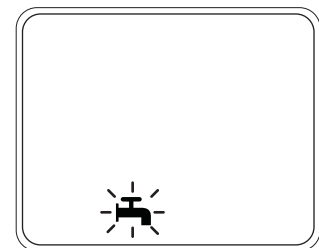

Fig. 20
13. Create a demand for DHW and the DHW demand indicator should flash (Fig. 20).